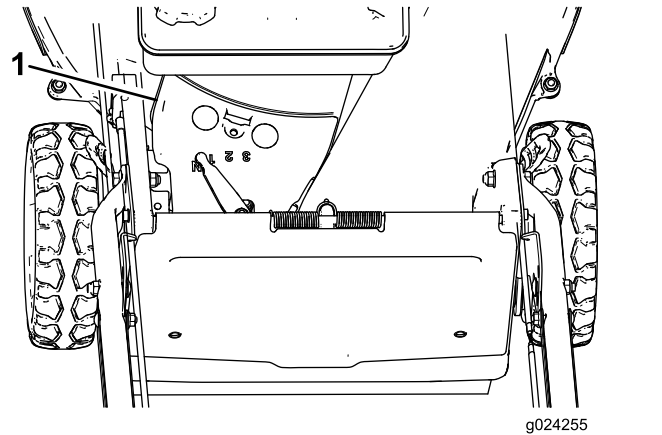

Figure 35
- Enlevez le couvercle de courroie (Figure 35) du carter du tablier de coupe.